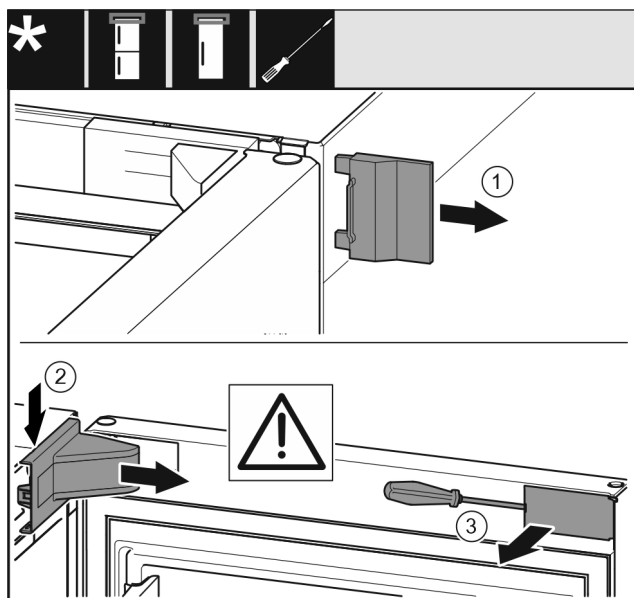

Fig. 10
► Buitenste afdekking Fig. 10 (1) wegnemen.
- Lagerbokafdekking Fig. 10 (2) ontgrendelen en wegnemen.
- Paneel Fig. 10 (3) met een platte schroevendraaier ontgrendelen en opzij draaien.